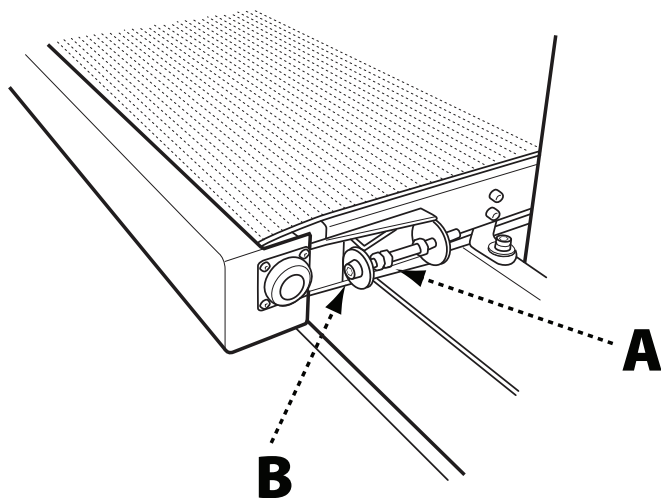

FIG. 8
2. Relâchez la tension sur la courroie d'alimentation en dévissant partiellement les écrous de blocage (A) sur les boulons d'ajustement de la courroie (Fig. 8), puis en vissant les boulons d'ajustement de la courroie (B) jusqu'à ce qu'ils soient suffisamment desserrés pour enlever l'assemblage de la courroie.